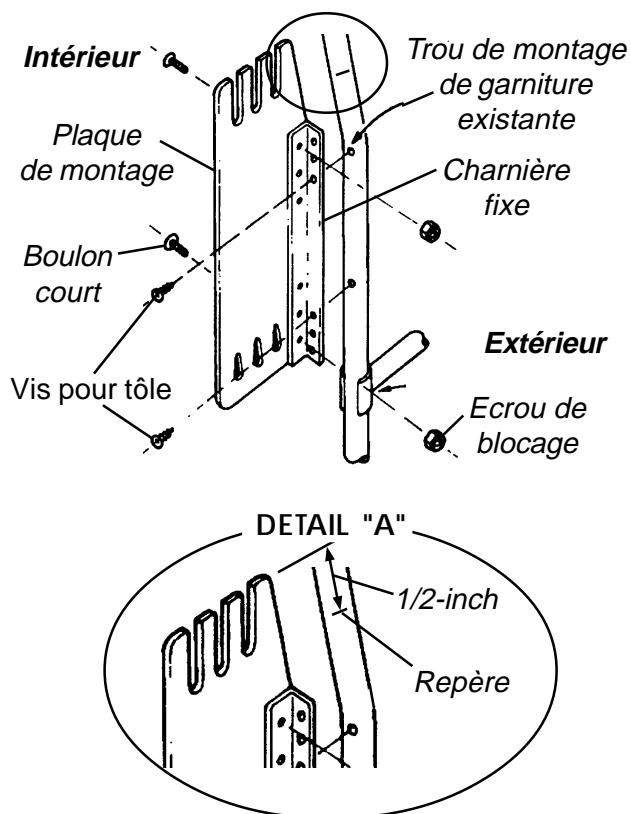

FIGURE 4 – INSTALLATION SUR FAUTEUILS ROULANTS POSSEDANT DES CHARNIERES FIXES
## Installation sur fauteuils roulants possédant des charnières fixes (FIGURE 4)
3. S'assurer que le haut de la plaque de montage une fois installée sur les charnières fixes est plus haute de 1.2 cm que le repère déterminée à l'étape 8 Position de montage pour l'installation du dossier du Personal Back sur cette feuille d'instruction (Détail "A", FIGURE 4).